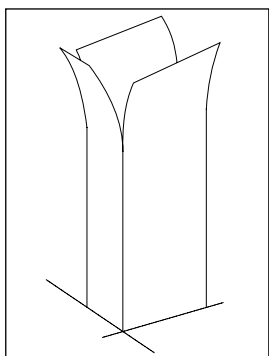

fig. 7 :
- Fixation Basic : à moins qu'autrement indiqué, les coulisses soient livrées 50 mm plus longs que la hauteur du châssis. Cela permet, au moment du montage, de scier le profilé le long du côté supérieur et de le plier comme un entonnoir (fig. 7).